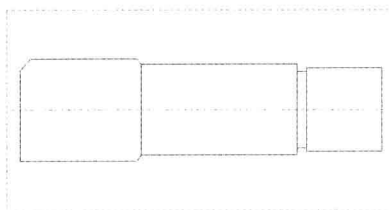

图 2-82 绘制倒角
Step 03 在绘图区左上方的水平和垂直直线上依次单击鼠标左键，绘制倒角，如图 2-82 所示。